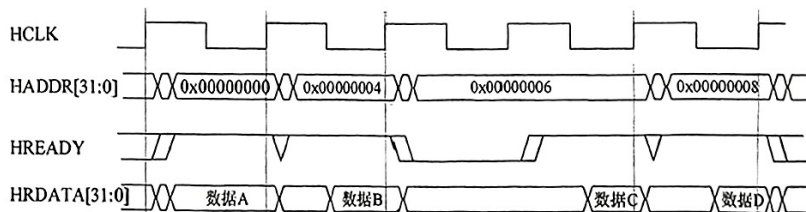

图 1 某 Cortex-M 系统 AHB 总线上的数据传输片段
44、已知图 1 为某 Cortex-M3 系统中总线上数据传输的某个片段。综合运用课程知识, 并参考附录 3 信息, 回答下列问题。
- (1) 图 1 所示时序描述的 AHB 传输中数据的传输方向是什么?
- (2) HREADY 信号起什么作用?
- (3) 写出数据 B 和数据 C 对应的地址。
- (4) 若数据 B 的值为“0x2000 2000”、数据 C 的值为“0x0800 0800”, 分析数据 B、数据 C 各有何含义?
- (5) 依据 Cortex-M3 存储空间区域定义, 图 1 中总线操作访问的是哪个存储器区域? 并简要说明该区域的主要用途。